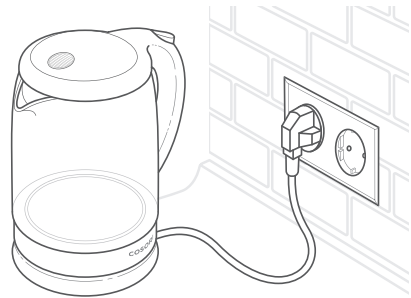

Abbildung 2.2
3. Schließen Sie den Deckel, stellen Sie den Wasserkocher auf den Kontaktschalter und schließen Sie das Gerät an die Stromversorgung an. [Abbildung 2.2]